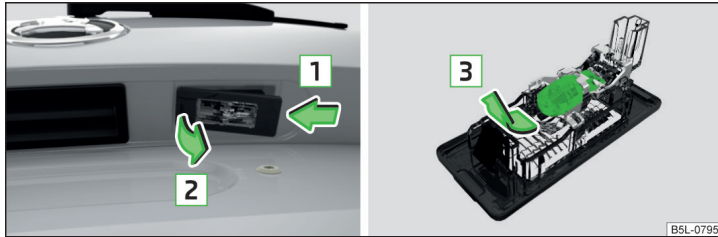

Fig. 203 Démontage de l'éclairage de la plaque d'immatriculation/remplacement de l'ampoule
- Poussez la lampe dans le sens de la flèche 1 » fig. 203.